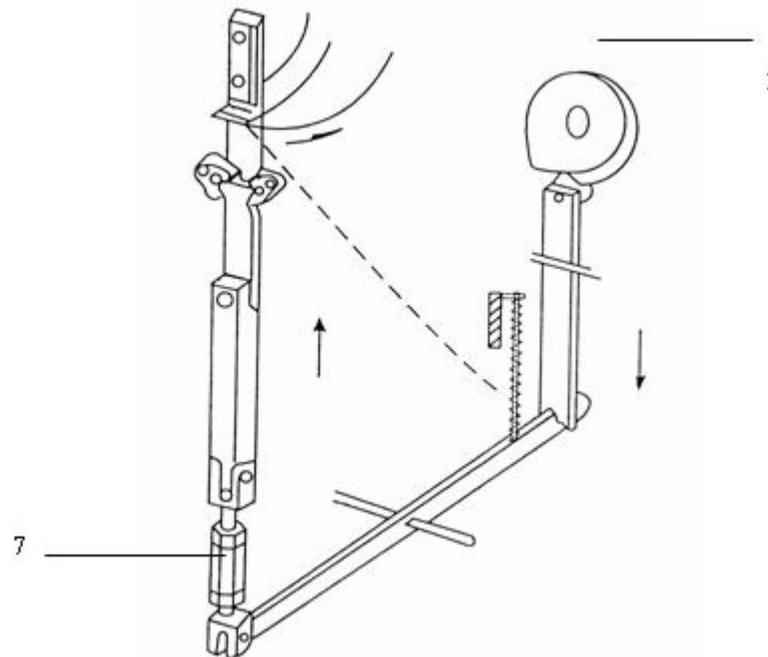
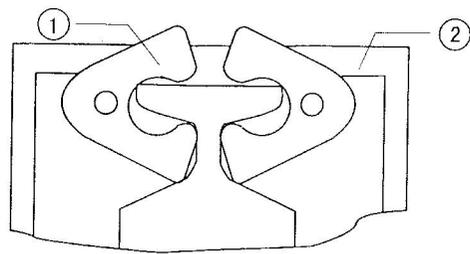

Рис.7
Рис.9
На рис. 7 показано как поднимается коготь натяжного крюка, чтобы загнуть оба конца скрепки на книге с помощью рычага, приводимого в действие кулачком включения (1).
Когти натяжного крюка (рис. 9) могут быть выше плоскости на 1 мм при затяжке. При большем зазоре они легко могут получить повреждение, а оба конца скрепки невозможно будет загнуть при зазоре меньше 1 мм. Регулирование производится с помощью гайки 7 (рис.7). Для этого необходимо вручную потянуть пазовый шкив пока кулачок включения R не займет экстремального положения относительно ролика подвижного шкива.